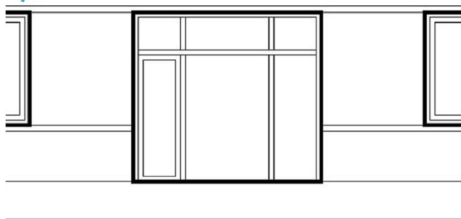

图 4.32 移动矩形
③ 在指定第二个点或 <使用第一个点作为位移>: 提示下, 输入 “@80, 80” 并按 Enter 键结束命令。这样将矩形向右上角移动, 水平向右偏移 80mm, 垂直向上偏移 80mm, 结果如图 4.32 所示。